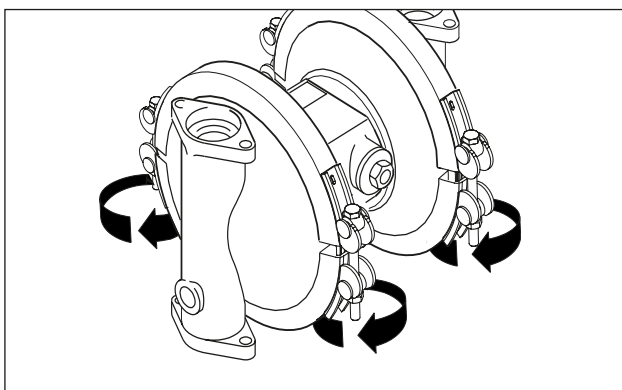

Fig. 10 Ouvrir les colliers de serrage.
- Défaire les colliers de serrage (si nécessaire, lubrifier à l'huile pour éviter le grippage des vis et écrous en acier inox) (Fig. 10). Sur les versions en acier inox poli (DB, DH), desserrer les vis du raccord laiterie.